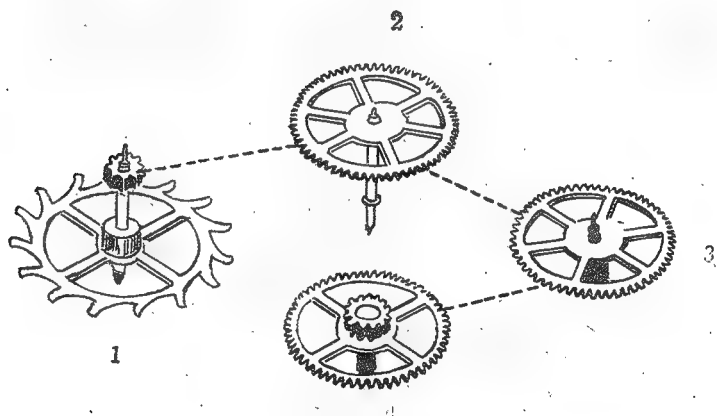

图4 传动机构
③传动机构：传动机构，是由一些齿轮轴和齿轮片构成。包括中心齿轴和中心轮片、秒轮轴和秒轮片、过齿轴和过轮片，以及擒纵齿轴等零件组成。传动机构是力矩传递的中间环节，它的主要作用是将原动机构的力矩，传递给擒纵调速机构，并借助于擒纵调速机构的周期控制力矩的释放，同时带动指针（见图4）。